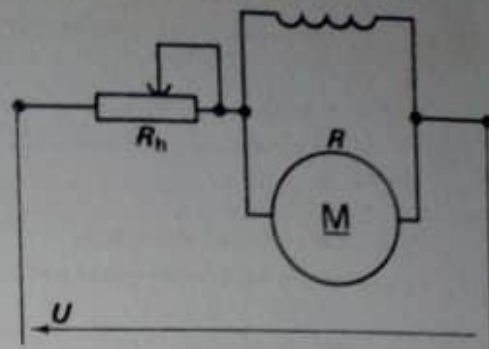

FIG. 4.18. — Problème 4.03.
4.03 — Le rhéostat de démarrage d'un moteur-dérivation a été monté comme l'indique la figure 4.18. On donne  $U = 115 \text{ V}$ ,  $R = 0,3 \Omega$ ,  $R_h = 2 \Omega$ ; pour les calculs, on néglige la conductance de l'inducteur. Quelle est au démarrage la tension commune inducteur-induit? Pourquoi ce montage est-il à rejeter?